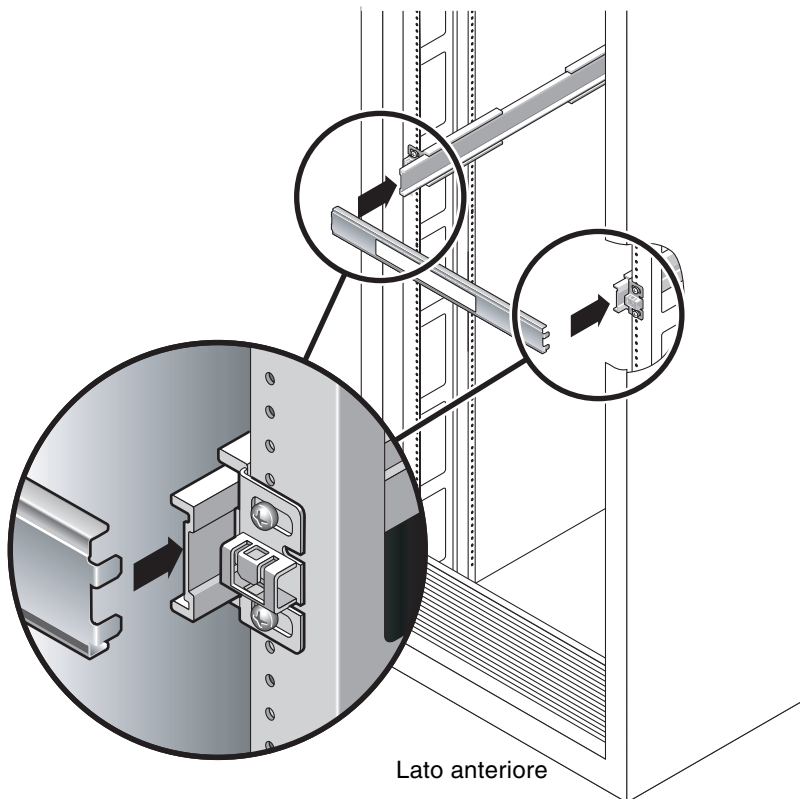

FIGURA 2-7 Utilizzo del distanziatore per regolare la distanza tra le guide
- a. Nella parte posteriore del rack, inserire il lato sinistro dello strumento nelle scanalature poste all'estremità della sezione centrale della guida (FIGURA 2-7).**